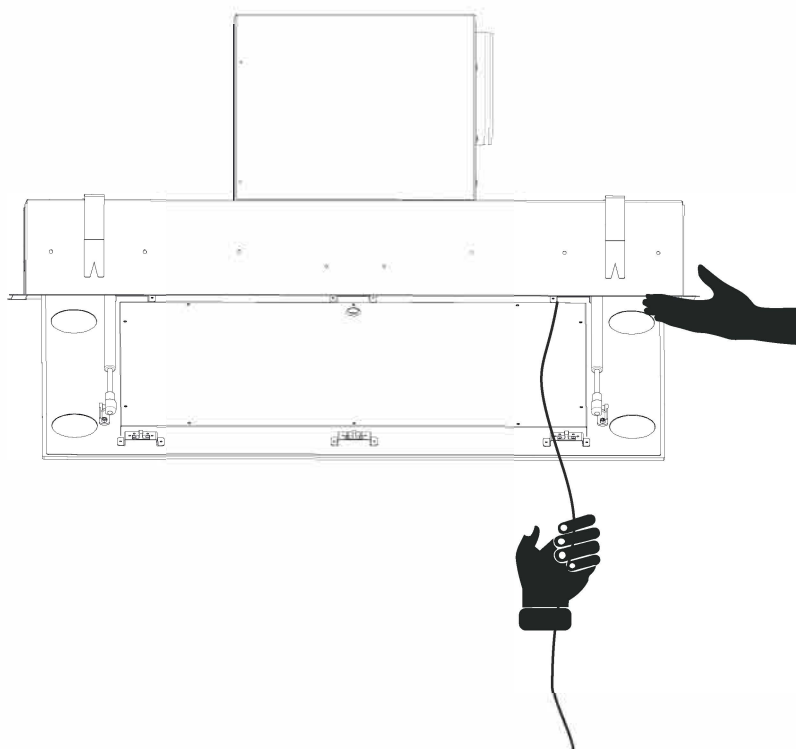

Fig. 22
7. → For at hæve emhætten ved brug af stålwire; løft emhætten med en hånd på den korte side og træk nu i stålwirene en efter en. Gør nu dette på skift på emhættens korte sider. For hver gang der trækkes i stålwirene, låser sikkerhedslåsen stålwiren fast (Fig. 22).